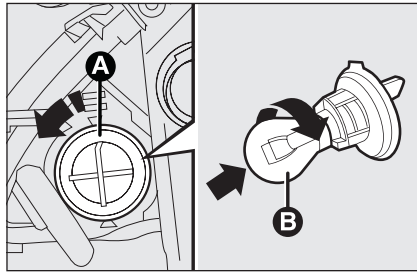

Abb. 15
- ☐ Die Glühlampenhalterung **A-Abb. 15** im Uhrzeigersinn drehen und abnehmen.